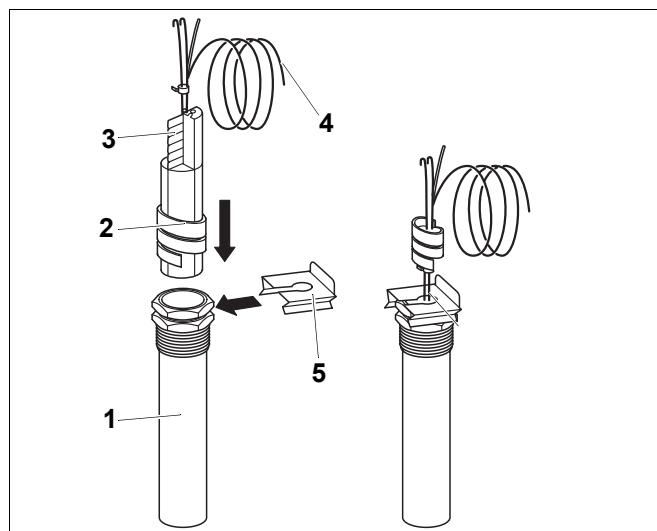

Рис. 17 Гильза и датчик температуры
- Вставьте температурный датчик до упора в гильзу (рис. 17, поз. 1).
- Пластмассовая спираль (рис. 17, поз. 2) автоматически сдвигается назад.
- Компенсационная пружина (рис. 17, поз. 3) должна быть вставлена в гильзу (рис. 17, поз. 1).
- Наденьте фиксатор датчика (рис. 17, поз. 5) (поставка с системой управления) сбоку или сверху на оголовок гильзы (см. стрелку).